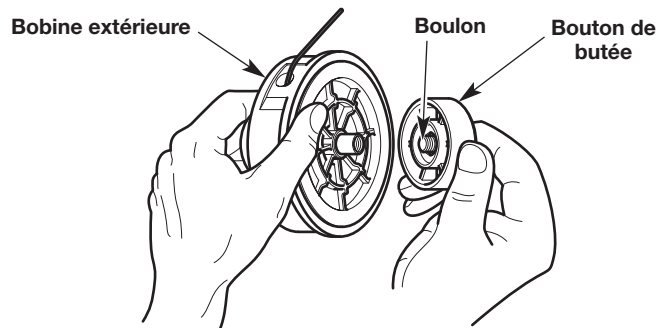

Fig. 26
1. Tenez la bobine extérieure d'une main et dévissez le bouton de butée dans le sens horaire (Fig. 26).